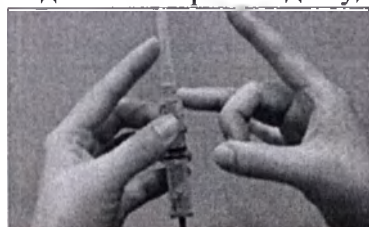

Рис.9.
7. Верните прозрачный колпачок на иглу резервуара, удалите пузырьки путем легкого постукивания, чтобы пузырьки переместились в верхнюю часть резервуара, после чего подвиньте поршень для удаления пузырьков из верхней части резервуара (Рис.9).